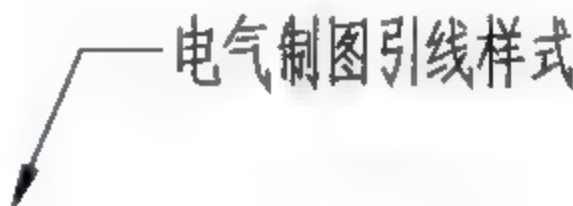

图5-92 创建结果
**07** 单击【关闭】按钮，关闭对话框。创建引线标注样式的结果如图5-92所示。